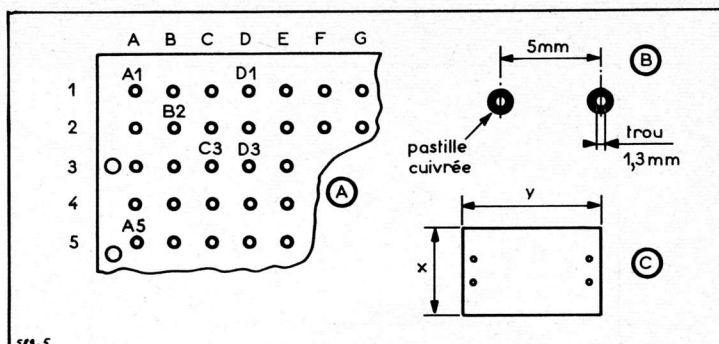

Fig. 5
Il existe dans le commerce, par exemple chez Radio-Prim, des platines à trous métallisés dont la présentation est celle de la figure 5 (A).